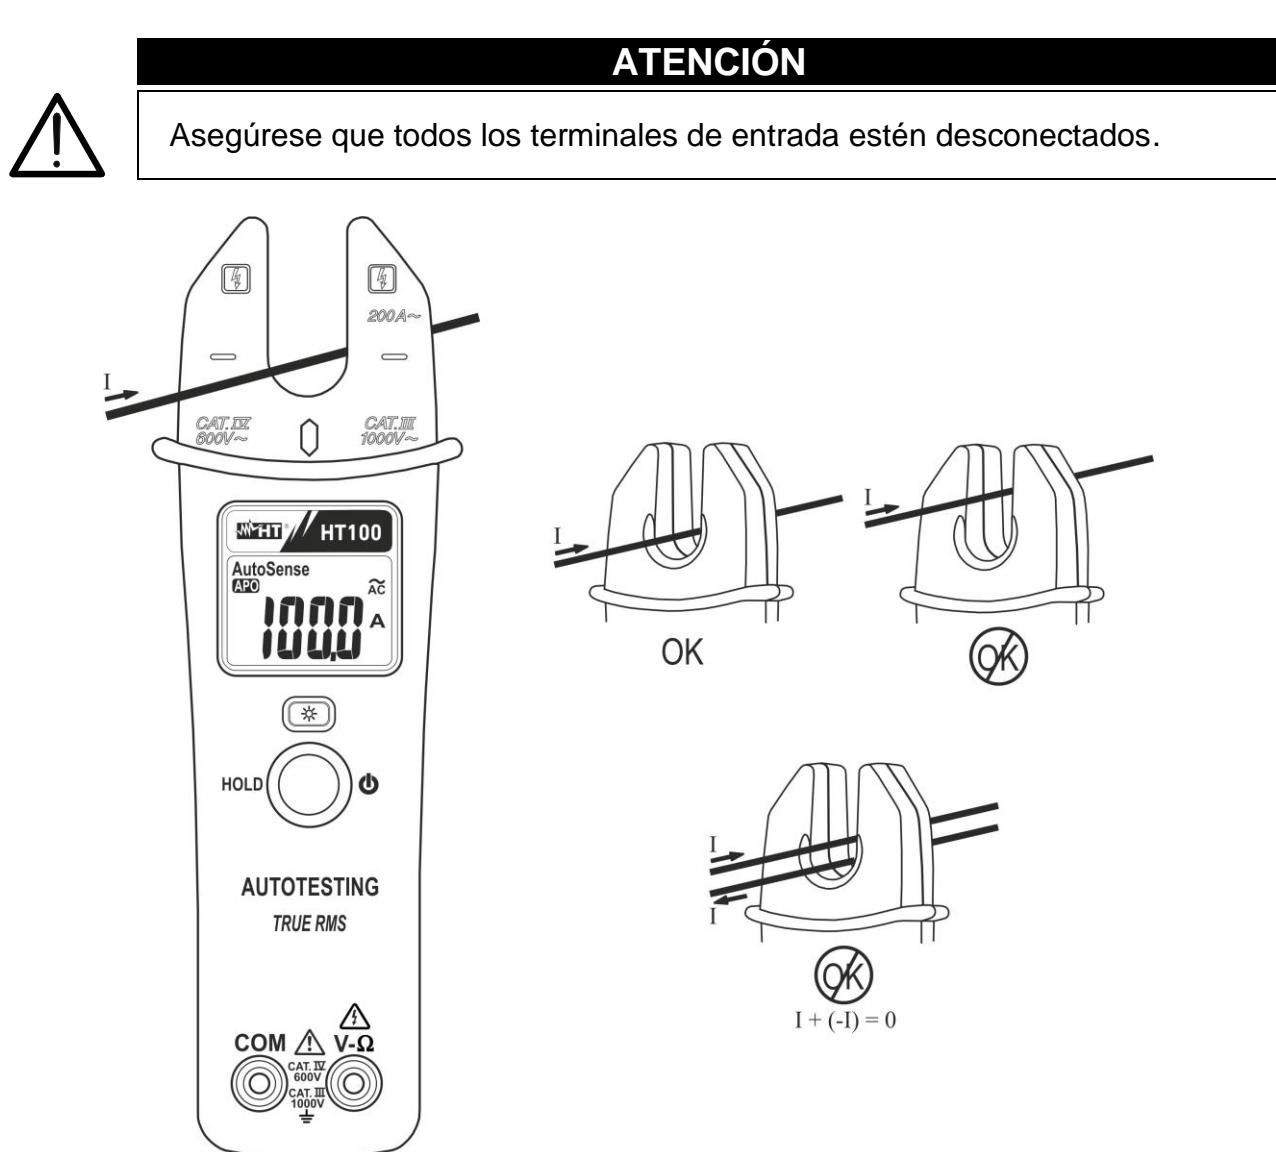

Fig. 7: Uso de la pinza en medidas de corriente CA
1. Inserte el cable dentro del maxilar “abierto” (vea el Fig. 7) y considerar las marcas de aliancación (ver § 4.1.2). El valor de la corriente será visualizado.